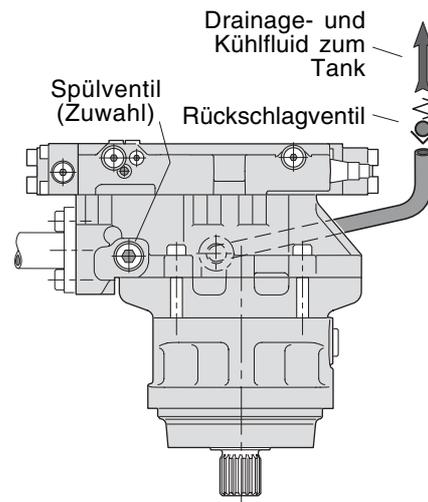

Bild 1
Für Dauerbetrieb auf hohem Leistungsniveau ist normalerweise eine Spülung des Gehäuses erforderlich, um die Viskosität des Öls über dem Minimalwert (8 mm2/s) halten zu können. Ein Spülventil mit als Zuwahl lieferbarer Drosselblende versorgt das Hauptsystem mit dem erforderlichen Spülfluid. Weiteres dazu finden Sie im Bild 1 auf der nächsten Seite und bei:
- Ein federbelastetes Rückschlagventil (siehe Bild 1, 2 und 3 mit dem V14-Motor) sollte in die Rückführleitung eingebaut werden, damit kein Öl aus dem Motorgehäuse abgesaugt wird. Dies kann sonst vorkommen, wenn das Flüssigkeitsniveau des Tanks unter dem Niveau des verwendeten Drainageanschlusses am Motor liegt.